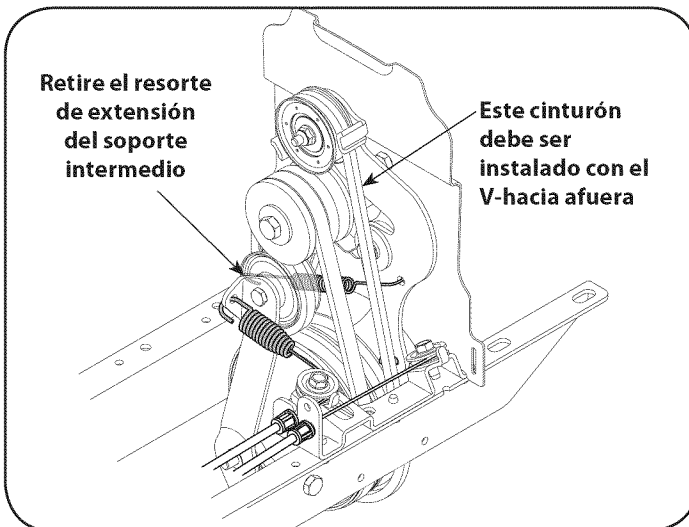

Figura 29
4. Retire el resorte de extensión del soporte intermedio. Vea la Figura 29. Se recomienda usar un par de pinzas de punta de aguja para agarrar el resorte por el extremo que engancha sobre el bastidor. Simplemente, tómelo y tire alejándolo del bastidor, luego hacia arriba aflojando la tensión del resorte.